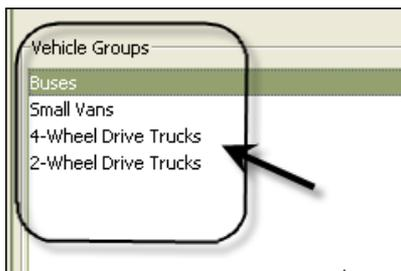

FIG. 153
4. I nomi dei gruppi di veicoli creati nella fase 3 (sopra) sono aggiunti all'elenco dei gruppi di veicoli che è visualizzato sul lato Vehicle Groups (Gruppi di veicoli) della schermata. Nella FIG. 153 sono elencati quattro gruppi di veicoli: Bus, furgoncini, camion a trazione 4x4 o 2x2.